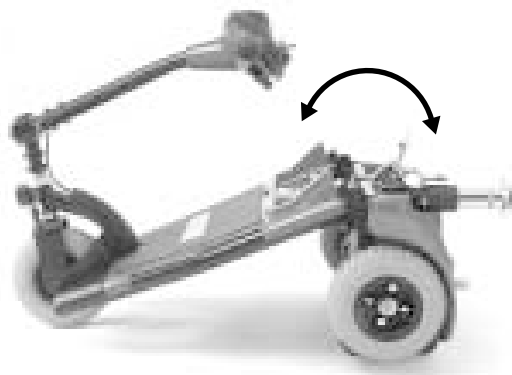

Figura 16. Posizionamento telaio
1. Spingere indietro sul piantone del sedile per ruotare la sezione posteriore dello scooter all'indietro fino a quando la sezione posteriore è in posizione verticale sul paraurti posteriore. Vedere figura 16.
3. Tenendo il piantone del sedile, ruotare lentamente l'avantreno in avanti, fino a quando i supporti di blocco ricurvi sono completamente collegati sui tasselli anteriori superiori. Vedere figura 16.